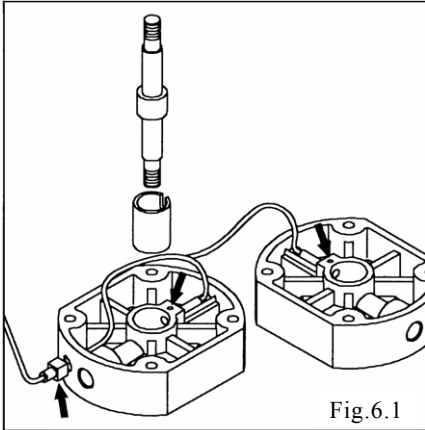

Fig.6.1
- 取下本体。(Fig.6.1)
- 取下导管。(Fig.6.1)
- 接口本体。(Fig.6.1)